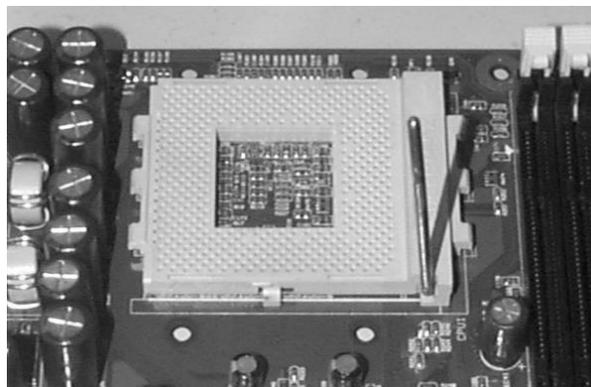

图 2-3 扳起 CPU 插座旁边的手柄
- ① 将主板上的 CPU 插座侧面的手柄拉起，准备安装 CPU，如图 2-3 所示。